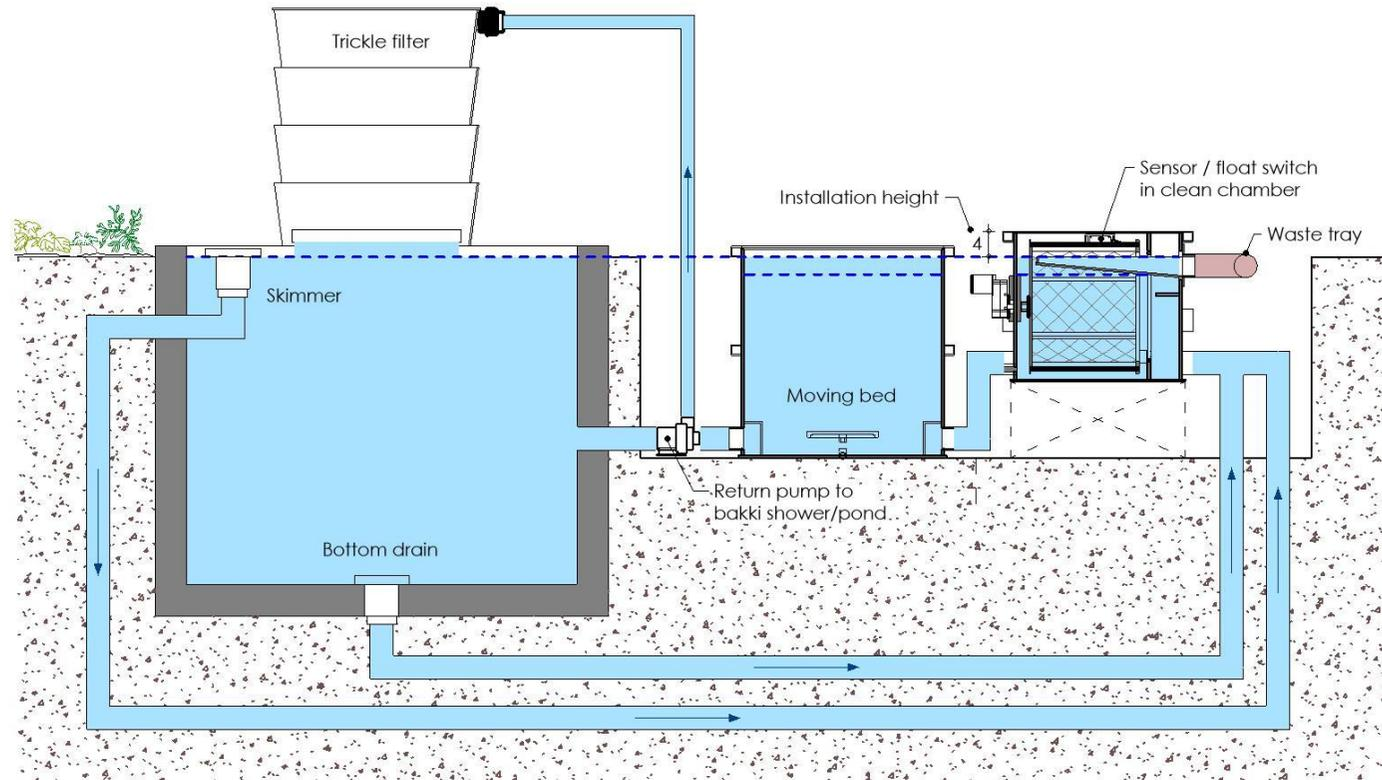

Abb. 3.1 Schema Aufstellung Trommelfilter
- Der Filter muss das Maß der Einbauhöhe (abb. 3.1) oberhalb des Wasserniveaus ausgestellt werden. (Abstand max. Wasserniveau bis Oberkante Filter).